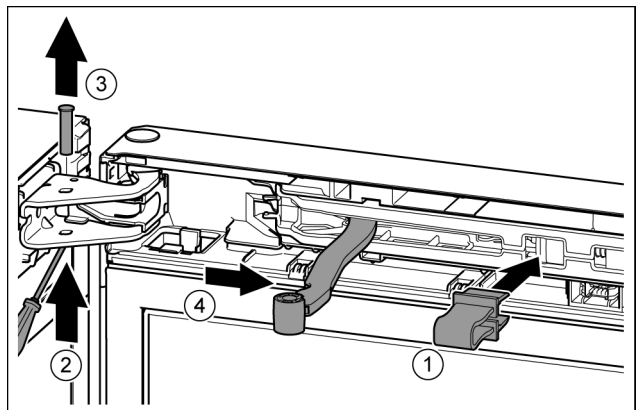

Fig. 11
- ▶ Encaje el seguro en la abertura. Fig. 11 (1)
- ▶ Extraiga el perno con el destornillador. Fig. 11 (2)
- ▶ Retire el perno hacia arriba. Fig. 11 (3)
- ▶ Gire la articulación en dirección de la puerta. Fig. 11 (4)